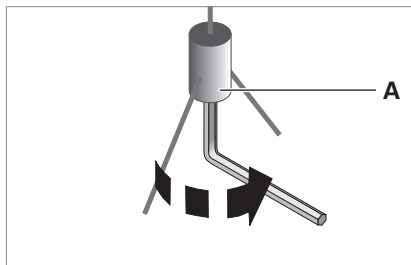

Fig. 9: Orientamento dell'apparecchio d'illuminazione.
- ▶ Per orientare l'apparecchio d'illuminazione, allentare la vite **A**, vedi Fig. 9.